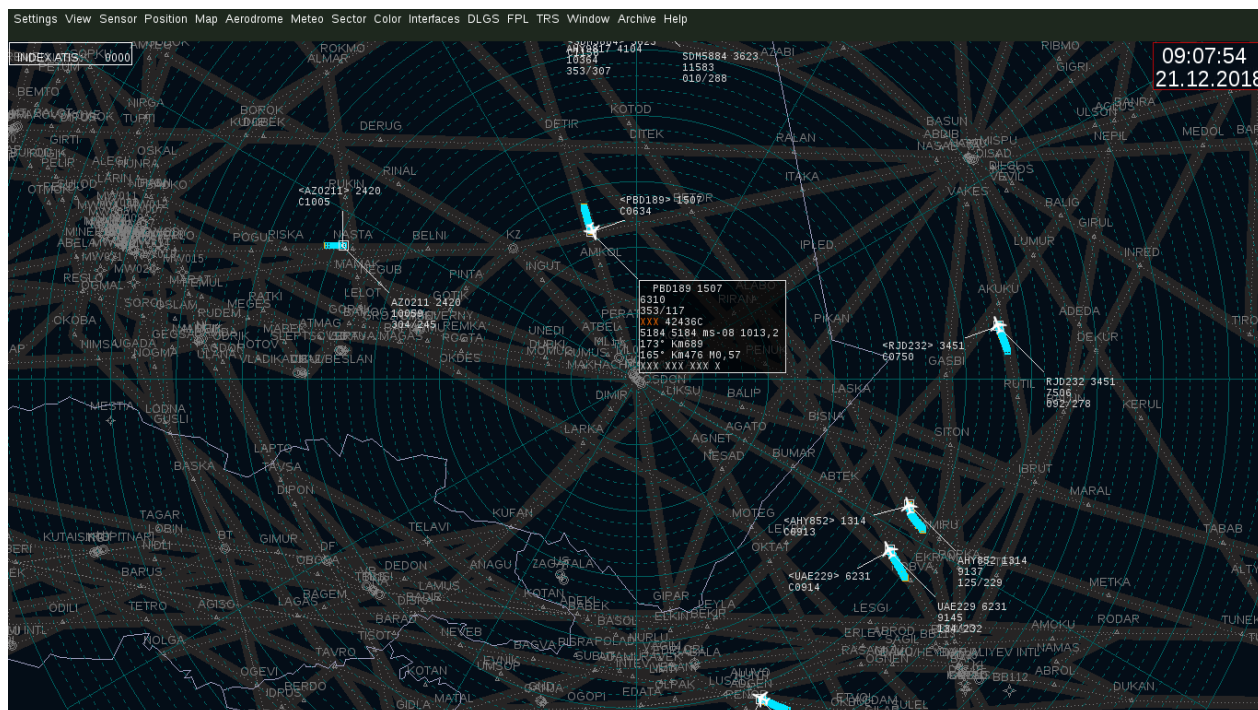

Рисунок 17 . Вид глвного окна программы «MRD»
4.5.2 В главном окне программы отображается текущая воздушная обстановка (рисунок 17).